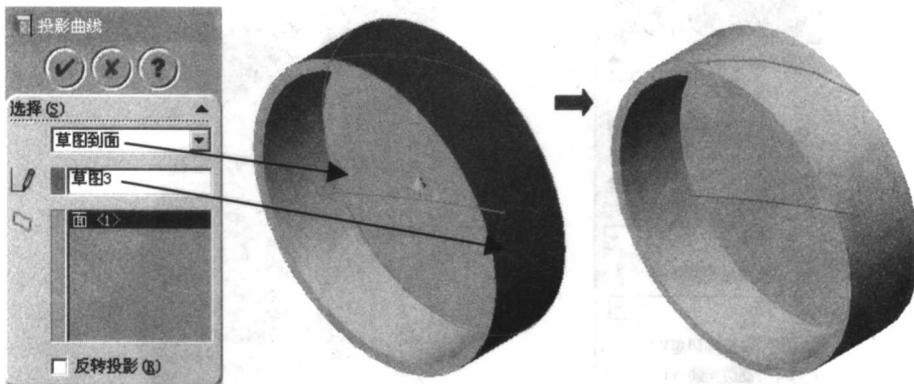

图 2-10 投影曲线
- STEP 8** 点击曲线工具栏中（投影曲线 ），出现〔投影曲线〕窗口；选取（圆弧）为投影草图，选取（外圆面）为投影面，绘图区有图示预览，按  确定，如图 2-10 所示。